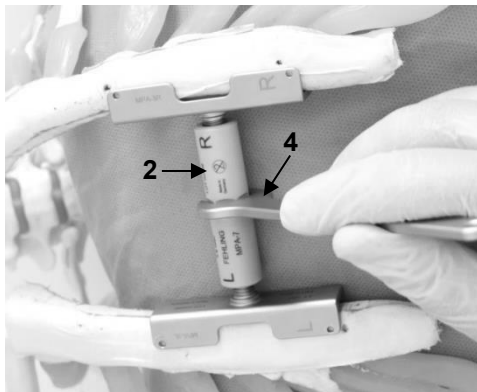

Fig. 9
Adattare la larghezza dell'apertura dello sterno alle esigenze chirurgiche. Ruotando il dado in PEEK (1) con la chiave fissa (2) (vedere il paragrafo 8 *Accessori richiesti*) è possibile variare la distanza tra le lame sternali (fig. 9).